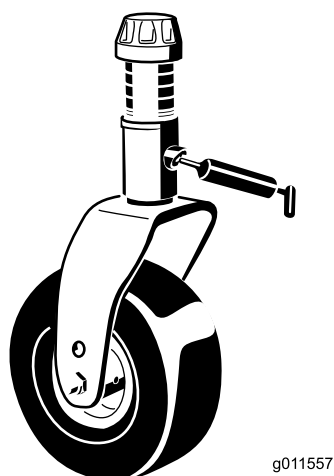

Figure 15
- Bagues d'axe de fourche de roue pivotante (4) (Figure 15).